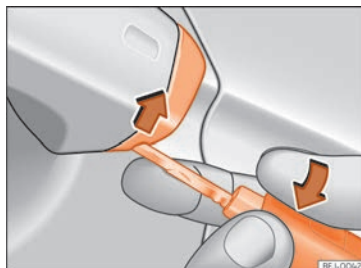

Fig. 97 Manecilla de la puerta del conductor: desprender la tapa haciendo palanca.
- Introduzca el espadín en la abertura inferior de la tapa de la manecilla de la puerta del conductor »» fig. 97 y eleve la tapa de abajo hacia arriba.